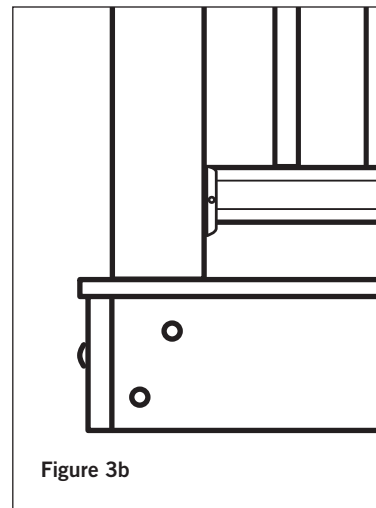

Figure 3b
Étape 3 : Placez, mettez à niveau avec un niveau et pincez le poteau de traverse sur la face intérieure de la solive. Remettez à niveau. Le poteau de traverse 4x4 devrait être boulonné à l'intérieur des solives en utilisant deux boulons de carrosserie galvanisés 1/2 x 6 po. Les poteaux de coin utilisent un troisième boulon de carrosserie inséré à travers la solive adjacente (figure 3b).
Étape 2 : Placez, mettez à niveau avec un niveau et pincez le poteau de traverse sur la face intérieure du longeron d'escalier. Remettez à niveau. Le poteau de traverse 4x4 devrait être boulonné à l'intérieur du longeron d'escalier en utilisant deux boulons de carrosserie galvanisés 1/2 x 6 po. Les poteaux de coin utilisent un troisième boulon de carrosserie inséré à travers la solive adjacente (reportez-vous à la figure 3b). Les poteaux au niveau du sol devraient être installés dans le béton.